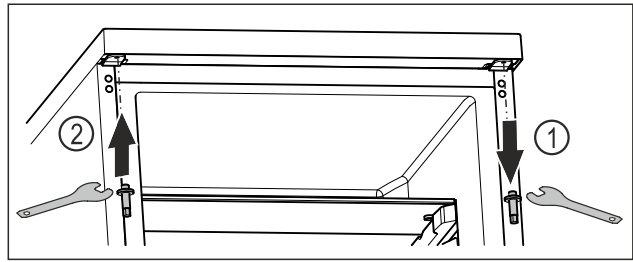

Fig. 23
- ▶ Skru den øverste bolt af med unbrakonøgle. Fig. 23 (1)
- ▶ Indsæt bolten fast på den modsatte side med unbrakonøgle. Fig. 23 (2)